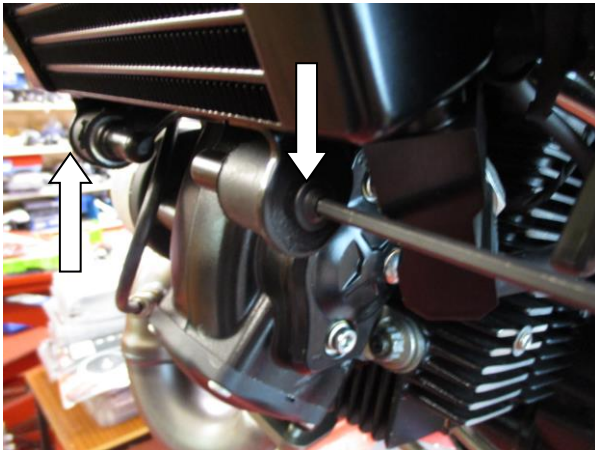
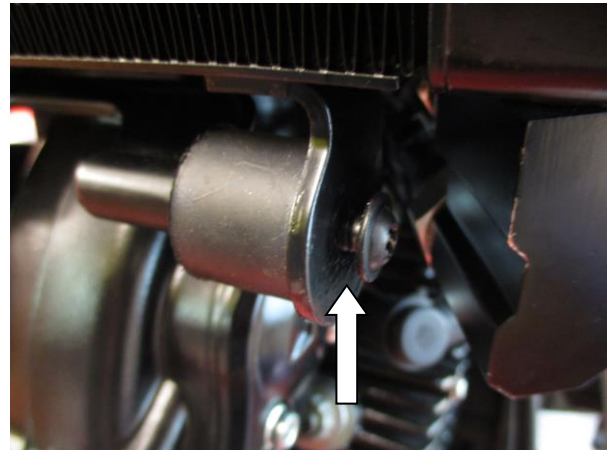

Abbildung 1
Abbildung 2
- Lösen Sie die zwei Inbusschrauben unten am Kühler (siehe Abbildung 1), um 3mm Abstand zwischen den Schrauben und dem Kühler zu bekommen (siehe Abbildung 2).